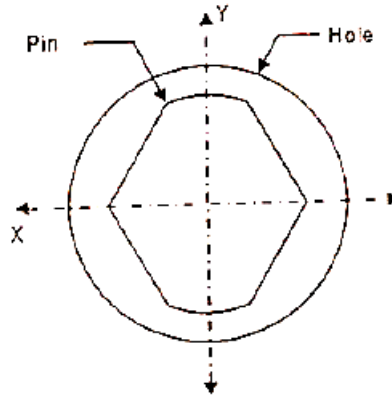

Figure 4.4.25 डायमंड पिन लोकेटर
9. डायमंड पिन लोकेटर:-कनेक्टिंग रॉड किंवा लीव्हर सारखे जॉबचे तुकडे, ज्यांच्या दोन टोकांना पूर्वी मशीन केलेले आणि तयार केलेले होल आहेत; ते जिग किंवा फिक्स्चरच्या पायाच्या पृष्ठभागावरून दोन पिनच्या मदतीने स्थित असू शकतात. जे वर्क पीसमध्ये दोन छिद्रांमध्ये बसतील. पूर्ण दंडगोलाकार पिनसह मुख्य दंडगोलाकार स्थानासाठी दोन छिद्रांमधील महत्वाचे आणि अचूक होल वापरले पाहिजे. डायमंड पिन Figure 4.4.25 मध्ये दर्शविल्याप्रमाणे मुख्य स्थानाभोवती वर्क पीसचे पिव्होटिंग (Pivoting) मर्यादित करण्यासाठी वापरली जाते.